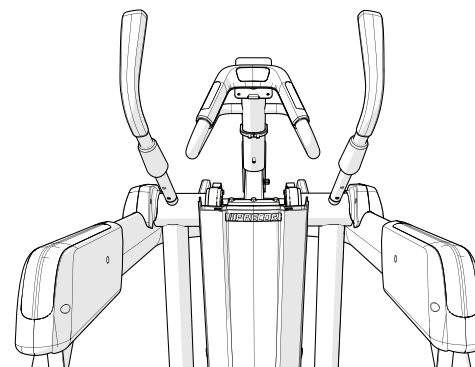

Рисунок 19
5. Отрегулируйте положения обеих рукояток таким образом, чтобы они были как можно больше направлены наружу. Обе рукоятки должны находиться под одинаковыми углами к корпусу тренажера АМТ и должны быть направлены немного наружу (см. рисунок 19).